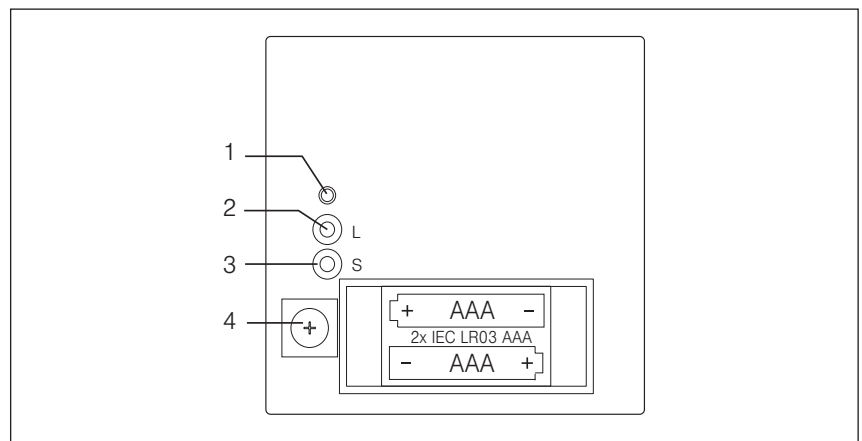

Fig. 17 Elementos de operación en la parte posterior del emisor de pared.
- 1 **LED de transmisión**, se ilumina al transmitir un comando de desplazamiento. Cuando las pilas estén agotadas, este LED se iluminará de forma intermitente cuando intente emitir un comando de desplazamiento. Si las pilas están completamente vacías, el LED no se iluminará. Este LED también destella al pulsar el botón de modo (Fig. 17)